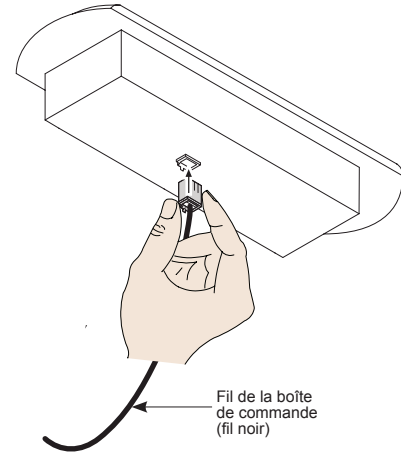

Figure 5 - panneau de commande
**2** Appliquez une petite quantité d'adhésif autour de la base du panneau de commande (figure 5).